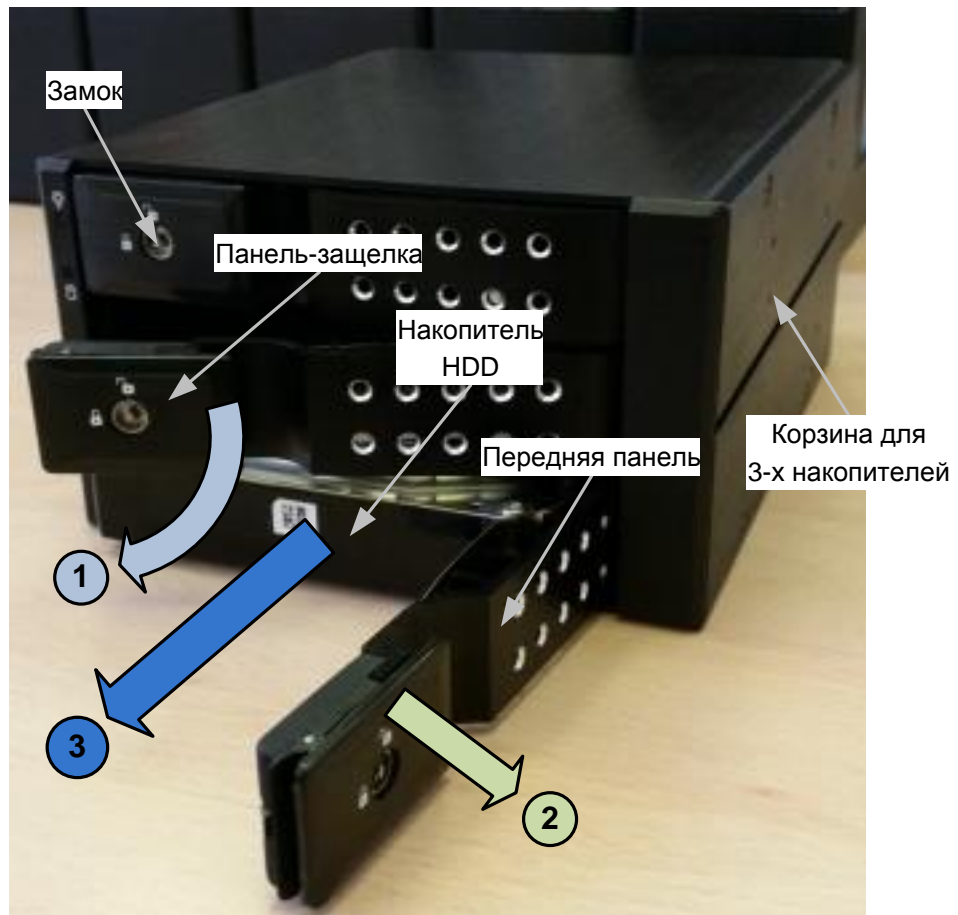

Рисунок 18 – Демонтаж накопителя HDD
- вставить ключ с треугольным сечением в замок (см. рисунок 18) и повернуть в позицию «Открыто»;
- повернуть панель-защелку в направлении стрелки 1 до открытия защелки (см. рисунок 18);
- повернуть переднюю панель в направлении стрелки 2 до упора (см. рисунок 18);
- выдвинуть в направлении стрелки 3 накопитель HDD из корзины (см. рисунок 18).